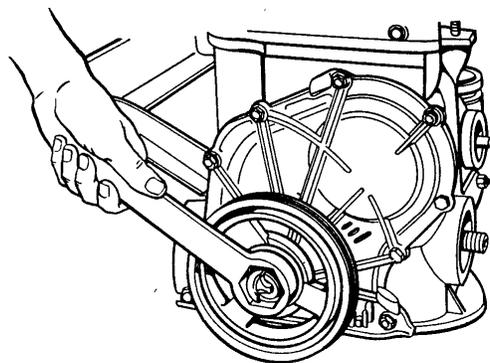
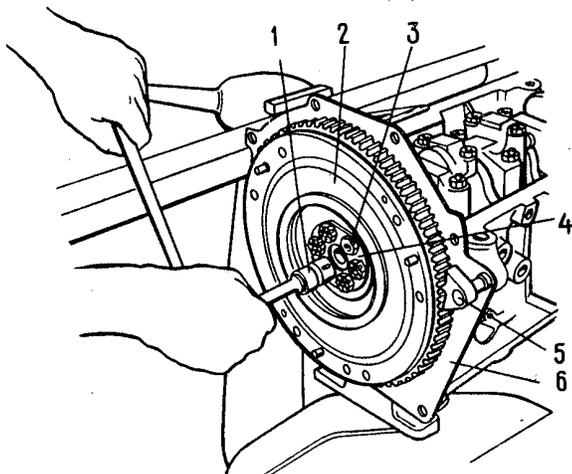

Fig. 2-5. Desenrosque de la tuerca sesgada del cigüeñal con ayuda de la llave A.50121
Fig. 2-10. Remoción del volante:
Quitar la polea del cigüeñal, fijando el volante con el fiador A.60330/R (véase fig.2-10) y desenroscando con la llave A50121 el mecanismo de trinquete (fig. 2-5).
Instalar el fiador 5 (fig.2-10), desenroscar los tornillos 3, quitar del cigüeñal la arandela 4 y el volante. Quitar la tapa delantera del cárter del embrague.
Instalar por los dos casquillos centradores la tapa delantera 6 (fig.2-10) del cárter del embrague.
- si las señales coinciden, entonces después de bloquear el volante con el fiador A.60330/R (véase fig.2-10), apretar definitivamente los tornillos de las estrellas, la tuerca de capacete del tensor y doblar las arandelas de retención de los tornillos de las estrellas ó si las señales no coinciden, entonces repetir la operación de instalación de la cadena.